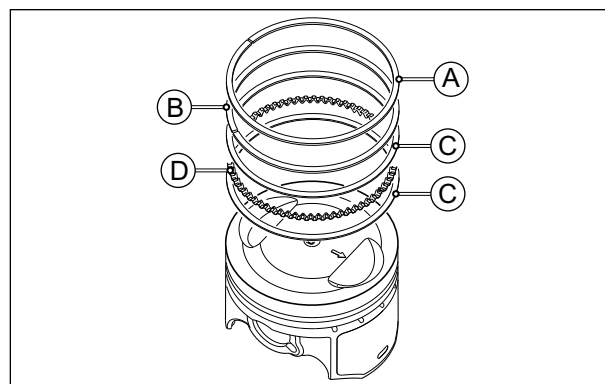

Fig. 3.92
- Remova o anel superior do pistão (1º) (A), o 2º anel do pistão (B) e os anéis de óleo (C) junto com o anel separador de óleo (D). (Fig. 3.92)